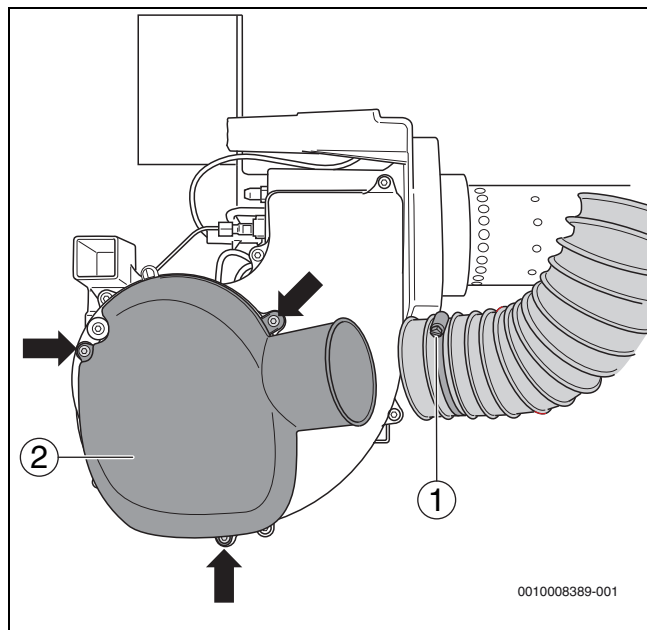
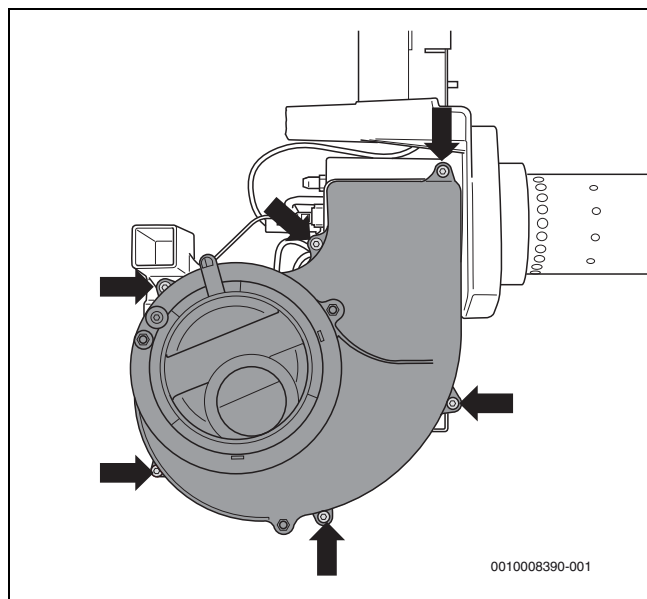

Fig. 32 Smontaggio del silenziatore di aspirazione dell'aria (illustrato: 18-49 kW)
Fig. 33 Smontaggio del coperchio della ventola
- Allentare la speciale fascetta del tubo flessibile (→ fig. 32, [1]) dell'adduzione di aria comburente per l'esercizio indipendente dall'aria del locale (solo per 18-49 kW).
- Allentare le viti di fissaggio (→ fig. 32, [freccie]) e rimuovere il silenziatore di aspirazione dell'aria (→ fig. 32, [2]).
- Allentare le sei viti di fissaggio (→ fig. 33, [freccie]) e rimuovere il coperchio della ventola.
- Montare nuovamente il coperchio della ventola (→ fig. 33, pag. 24) e il silenziatore di aspirazione dell'aria (→ fig. 32, pag. 24).